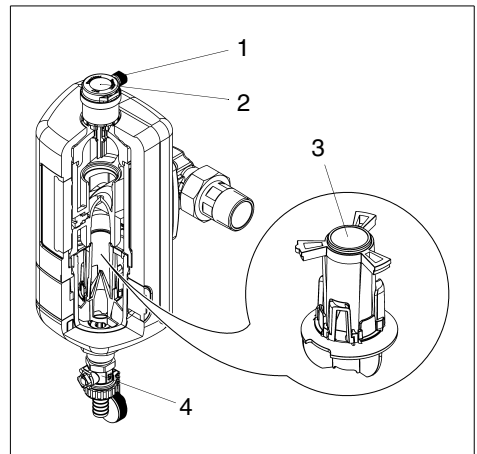

Abb. 5: Zentrifugalabscheider
- Im Auslieferungszustand ist die Verschlusskappe (1) am Ausgang des Schnellentlüfters (2) eine Umdrehung geöffnet, um ein ungehindertes Entweichen der Luft zu gewährleisten (siehe Abb. 5).
Durch den Einbaudrehflansch strömt Heizungswasser in den Magnetifilter. Die im Heizungswasser befindlichen Schmutzpartikel werden durch den Strömungsteiler (3) in Rotation versetzt und wie in einer Zentrifuge nach außen getragen (siehe Abb. 5). Dort angekommen, sinken sie an der Innenwand des Gehäuses ab. Die Schmutzpartikel werden am Kartuschenboden angereichert und müssen in vorgegebenen Zyklen über den Kugelhahn (4) ausgespült werden (siehe Kapitel „Spülen des Magnetifilters“ und „Spülintervall“). Die im Heizungswasser vorhandenen Gase werden in der oberen Gehäusekammer gesammelt und über den integrierten Schnellentlüfter abgeführt.